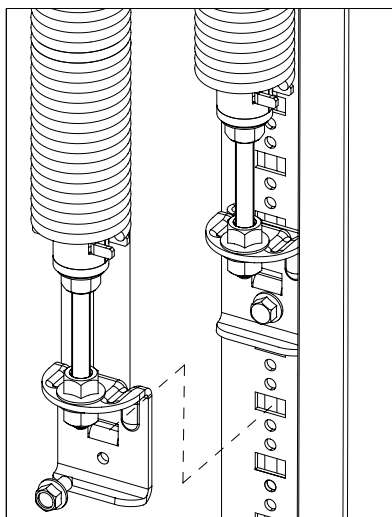

Fig. 19
- hvis porten efterfølgende køre op eller ned skal ydeligere justering udføres fig. 19;